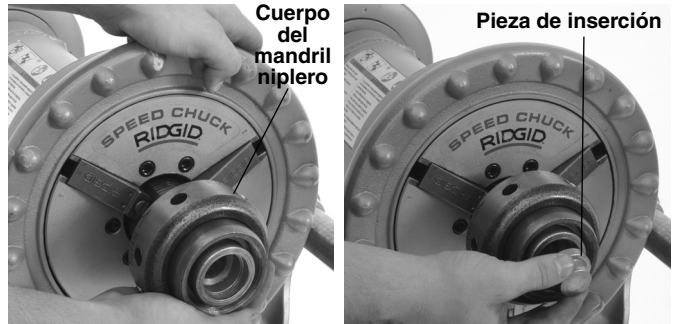

Figura 2 – Montaje del mandril niplero y pieza de inserción
7. Si es necesario, instale la pieza de inserción (Figura 2):